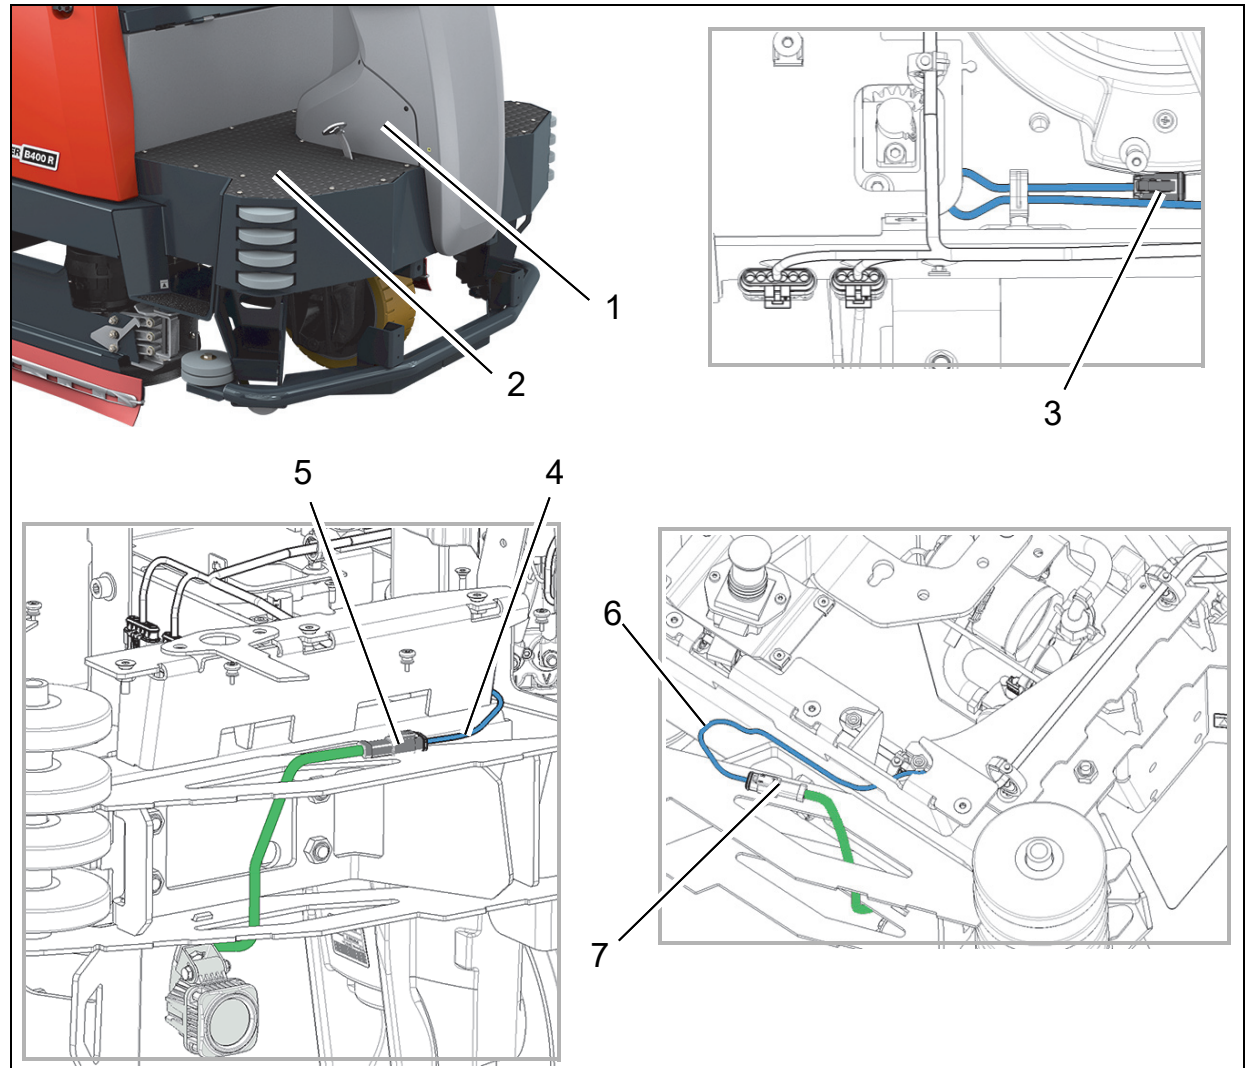

Abb. 2
- Motorabdeckung (Abb. 2/1)
- Bodenmatte (Abb. 2/2)
1. Stecker E11 des Kabelbaums W3 (Abb. 2/3) auf der rechten Seite der Maschine aus dem Kabelbündel lösen und durch die Aussparung auf die Stoßstange führen (Abb. 2/4).
2. Kabel des rechten LED-Arbeitscheinwerfers nach oben führen und dort mit Stecker E11 verbinden (Abb. 2/5).
3. Auf der linken Seite der Maschine den Stecker E1/Kabelbaum W3 aus dem Kabelbündel unter dem Bodenblech nach vorn auf die Stoßstange führen (Abb. 2/6).
4. Kabel des linken LED-Arbeitscheinwerfers nach oben führen und dort mit Stecker E1 verbinden (Abb. 2/7). Kabelüberlängen in Schleifen legen und im Kabelbündelhalter fixieren.